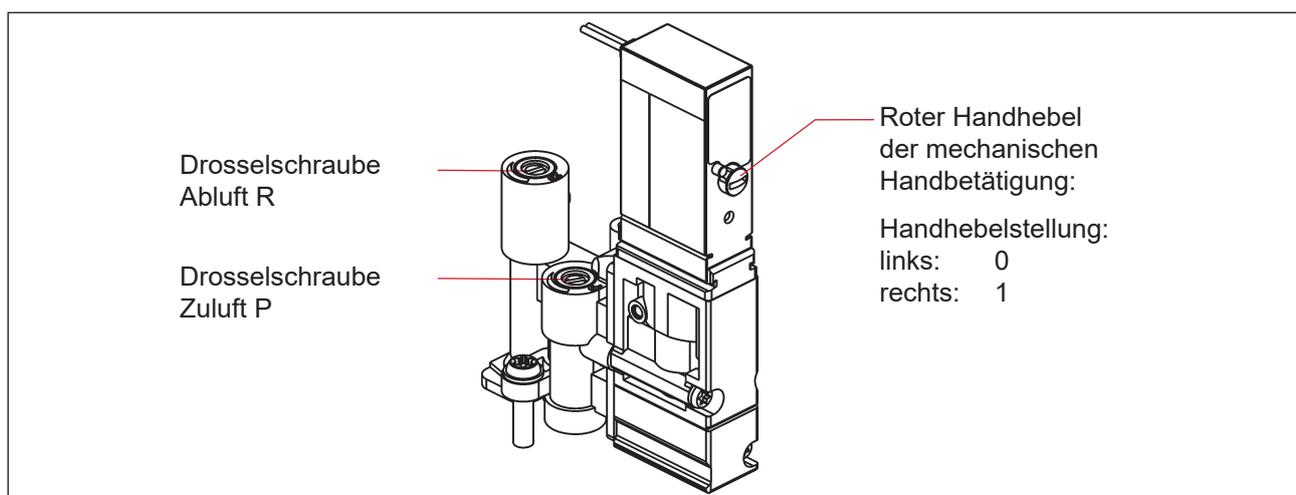

Abb. 6: Drosselschrauben und mechanische Handbetätigung der Pilotventile
an jedem vorhandenen Pilotventil, nur bei offenem Gehäuse zugänglich („Abb. 6“)
- Die **Drosselmöglichkeit der Pilotventile** zur individuellen Einstellung der Ein- und Ausfahrgeschwindigkeiten des Prozessventils bzw. zur individuellen Einstellung des Durchflusses der Arbeitsanschlüsse (siehe „Abb. 6: Drosselschrauben und mechanische Handbetätigung der Pilotventile“ auf Seite 21)